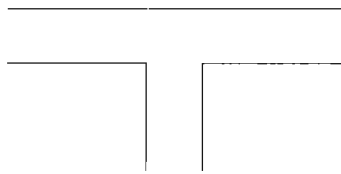

图 5-61
选择第一条多线 或 [放弃 (U)]: ✓ // 结束命令。完成效果如图 5-61 所示